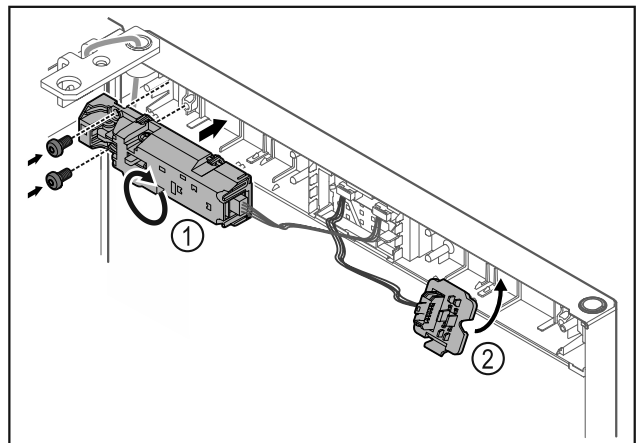

Fig. 23
- Ruotare la serratura a distanza Fig. 23 (1) di 180° e fissarla sul lato opposto.
- Innestare il supporto connettori Fig. 23 (2) sul lato opposto.